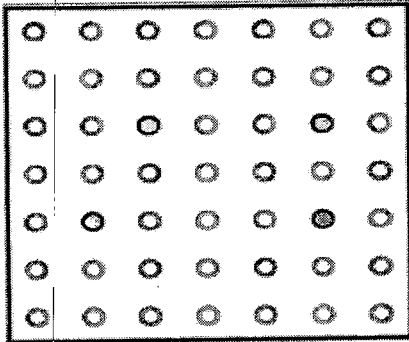

FIG. 5-4: EJEMPLO: DISPOSICIÓN DE LAS AGUJAS PARA LA CALIBRACIÓN DE LA PLANTILLA
3. Inserte las agujas en la plantilla siguiendo una disposición geométrica única (consulte la Fig. 5-4). Asegúrese de que la orientación de todas las agujas es ortogonal respecto a la plantilla.